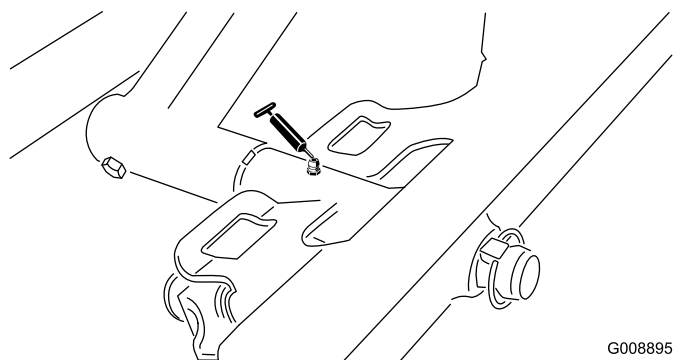

Рисунок 33
- Шарнир переднего режущего блока (Рисунок 33)